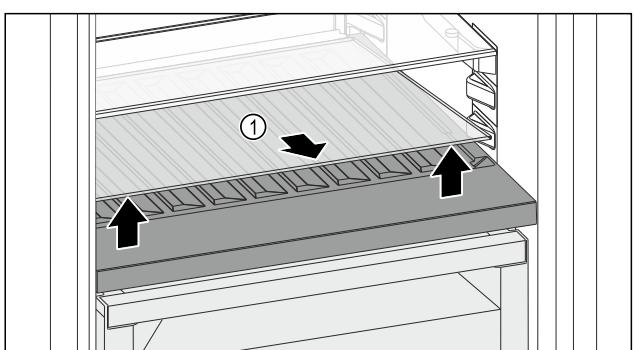

Fig. 116
- ▶ Dvignite steklene ploščo Fig. 116 (1) pri odprtini spredaj in jo odstranite.
- ▶ Steklene ploščo Fig. 116 (1) varno shranite zunaj naprave.